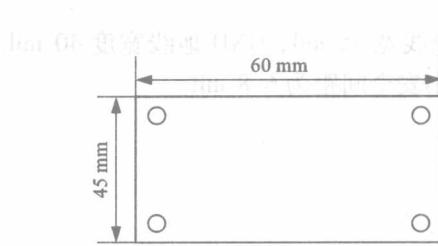
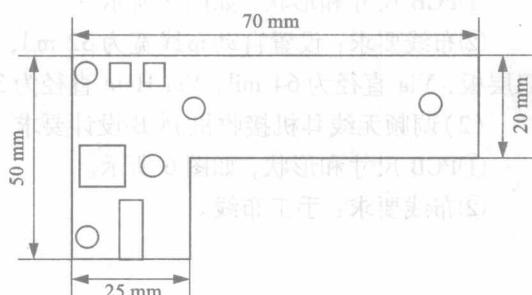

图 5 调频无线耳机发射器 PCB 尺寸图
图 6 调频无线耳机接收机 PCB 尺寸图
(1) 调频无线耳机发射器PCB设计要求
①PCB尺寸和形状，如图5所示。
②布线要求：设置自动布线宽为32 mil，Vcc正电源线宽35 mil，GND地线宽度40 mil。双层板，Via直径为64 mil，Via Hole直径为30 mil，最小安全间距为6.8 mil。
(2) 调频无线耳机接收机PCB设计要求
①PCB尺寸和形状，如图6所示。
②布线要求：手工布线。